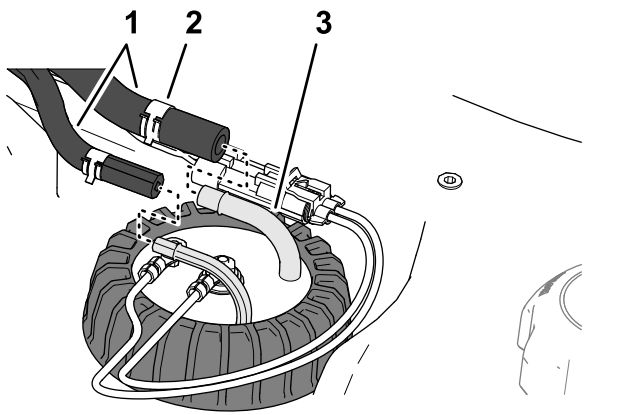

Figura 89
4. Mueva las abrazaderas que sujetan las mangueras a los acoplamientos del sensor de combustible hacia dentro, y retire las mangueras de los acoplamientos (Figura 89).